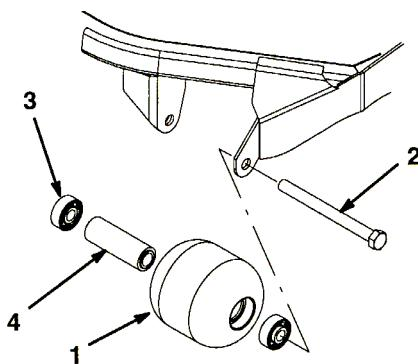

図16
1. ローラ取り付け・ボルト（図16）を外す。
4. ローラ・ハウジング、ベアリング、ベアリング・スペーザに破損がないか点検する（図16）。破損している部品を交換して組み立てを行う。
1. 第一のベアリングをローラ・ハウジングに押し込む（図16）。アウター・レースのみを押すか、インナー・レースとアウター・レースを均等に押すかする。
2. スペーザを入れる（図16）。
3. 第二のベアリングをローラ・ハウジングに入れる（図16）；このときは、インナー・レースがスペーザに接触するまで、インナー・レースとアウター・レースを均等に押す。